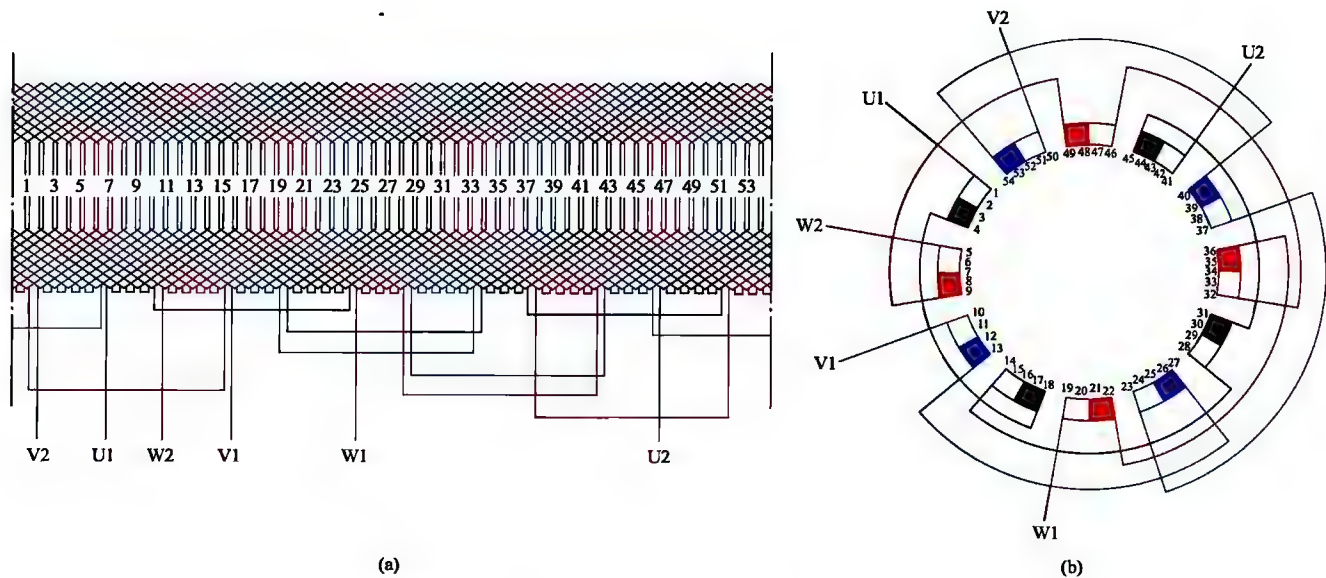

图 1-44 三相 4 极 54 槽双层叠绕组 1 路接法
44. 三相 4 极 54 槽双层叠绕组 1 路接法展开图与接线圆图 (见图 1-44)